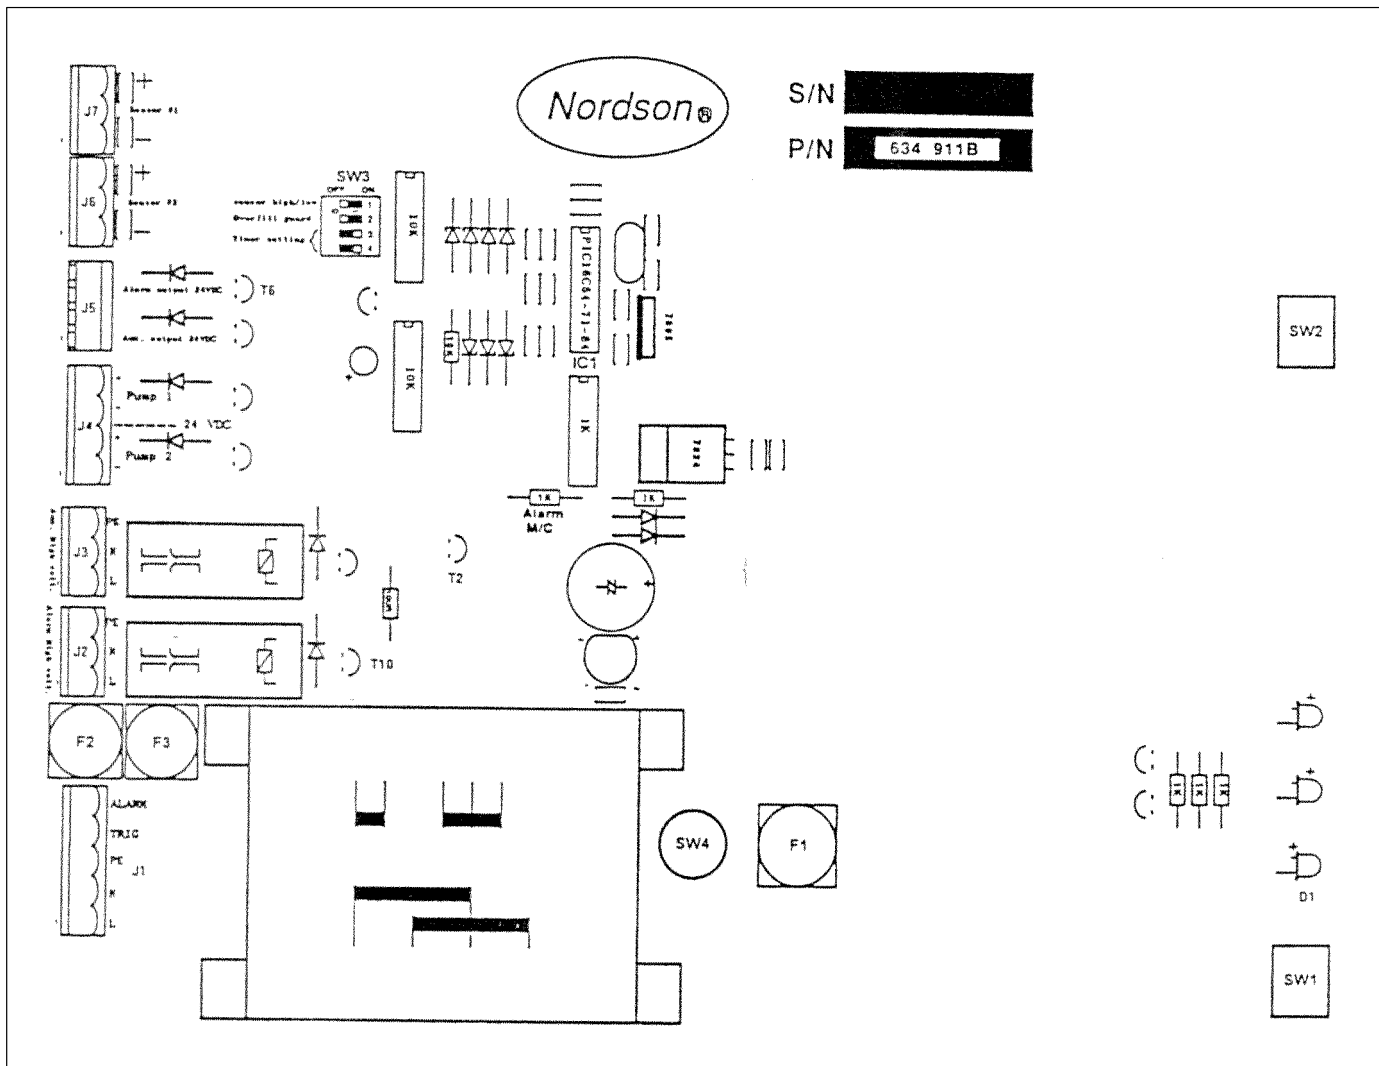
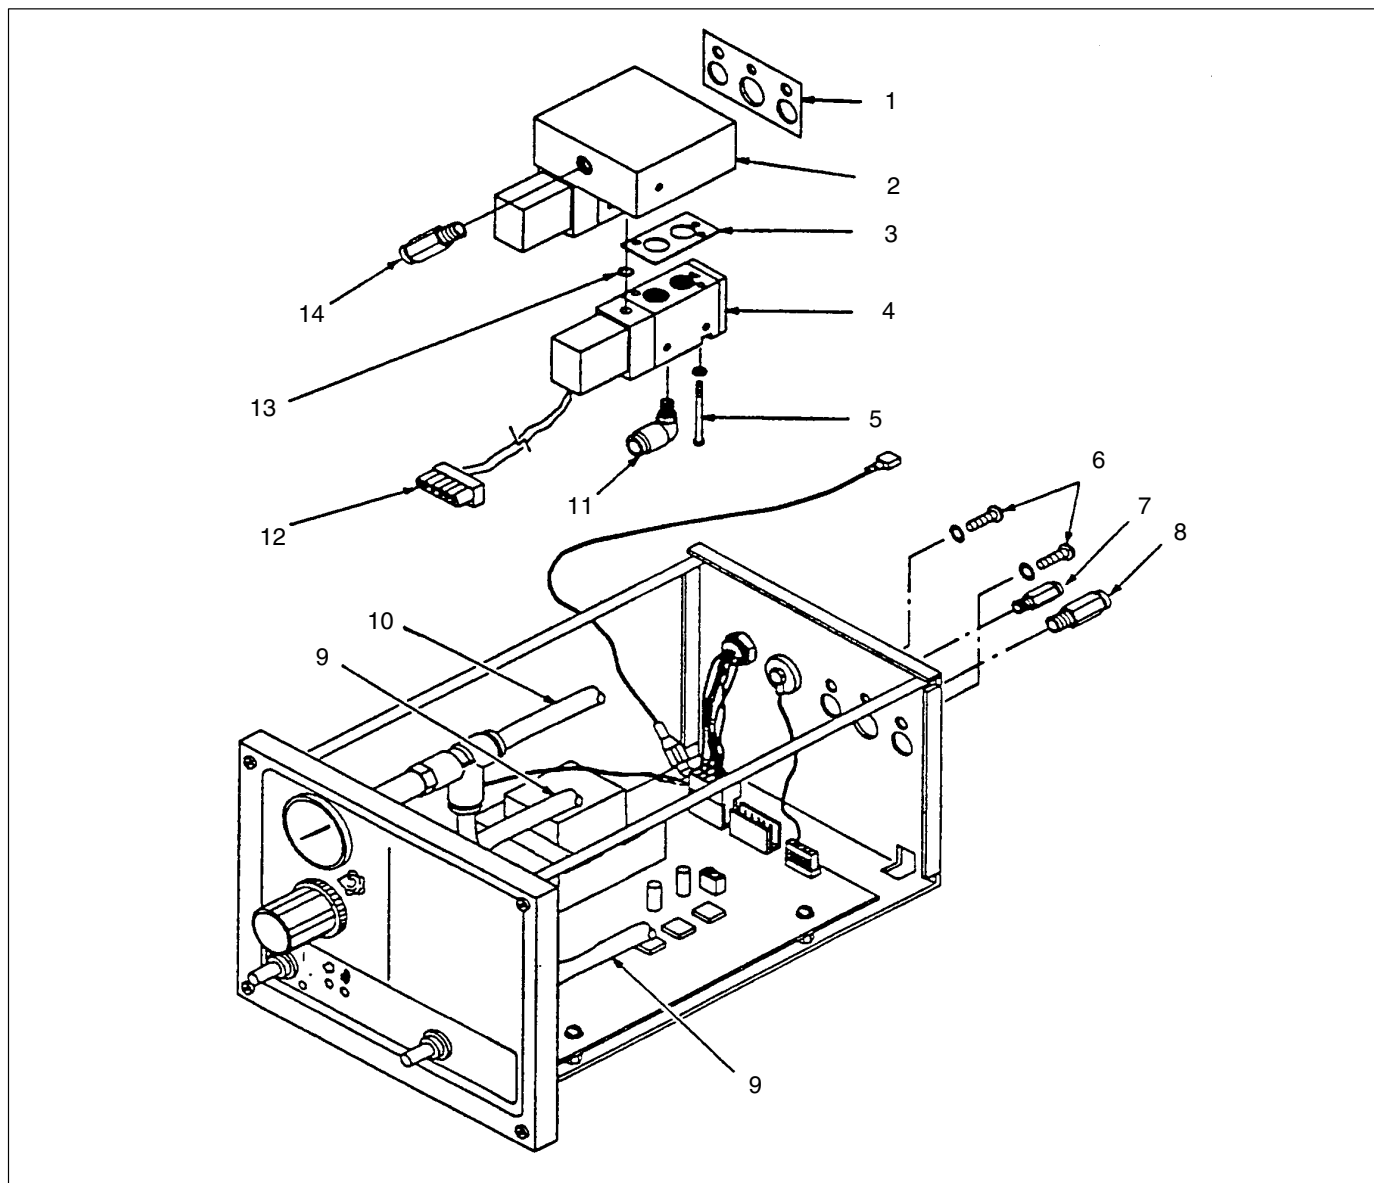

Bild 5-2 Testpunkter, omkopplare och säkringar på kretskortet
Bild 6-2 Byte av magnetventil
2. Se bild 6-2. Koppla loss luftslangen (9) från anslutningen (14) på fördelaren (2) och luftslangen (10) från den vinklade anslutningen (11).
4. Drag ut kontakten (12) från plinten J4 på kretskortet.
5. Lossa de två skruvarna och brickorna (6) som fäster fördelaren på den bakre panelen. Tag av packningen mellan fördelaren och den bakre panelen (1). Spara skruvarna och brickorna för återanvändning.
6. Lossa skruvarna och brickorna (5) som fäster magnetventilen på fördelaren. Spara skruvarna och brickorna för återanvändning.
7. Tag av magnetventilen, packningarna (3) och O-ringarna (13) från fördelaren. Spara packningarna och O-ringarna för återanvändning, om de inte är skadade.
8. Koppla loss magnetventilens ledare från kontakten (12).
9. Tag av den vinklade anslutningen (11) från magnetventilen.
11. Koppla in ledarna från den nya magnetventilen till kontakten (12), så som visas i bild 5-2.
12. Sätt på O-ringen (13) i spåret på fördelaren. Sätt på packningen (3) på magnetventilen. Kontrollera att packningen är orienterad så att de kvadratiska öppningarna på ventilen inte blir blockerade. Sätt i skruvarna och brickorna (5) i magnetventilen och packningen, för att hålla packningen i detta läge.
14. Håll panelpackningen (1) och fördelaren mot den bakre panelen. Skruva i skruvarna med brickorna (6) i fördelaren.